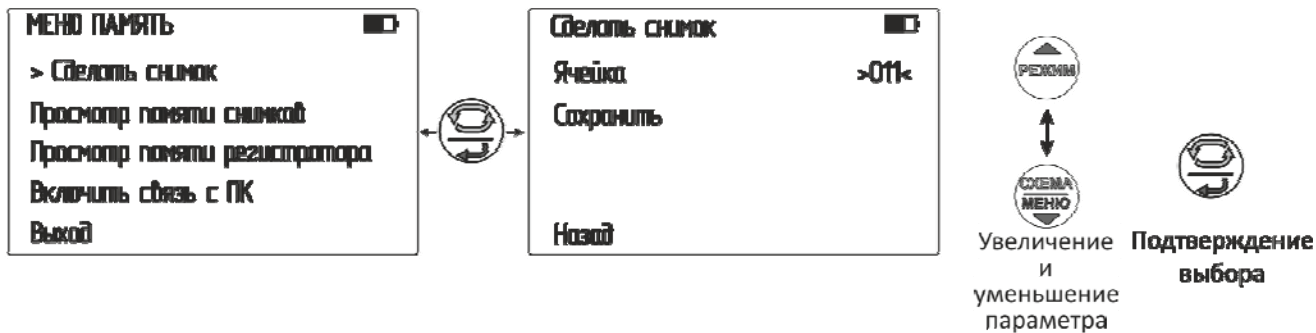

Рисунок 2.3 – Создание снимка
2.2.2.1 Для создание снимка (записи текущих показаний) при проведении измерений кратковременно нажмите кнопку . Далее прибор перейдет в соответствующий пункт меню памяти (см. рисунок 2.3):